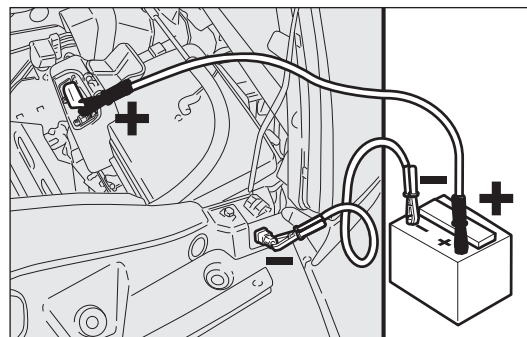

fig. 158
- Anslut minuspolen (-) med en andra kabel på det extra batteriet till jordpunkten som visas i fig. 158.